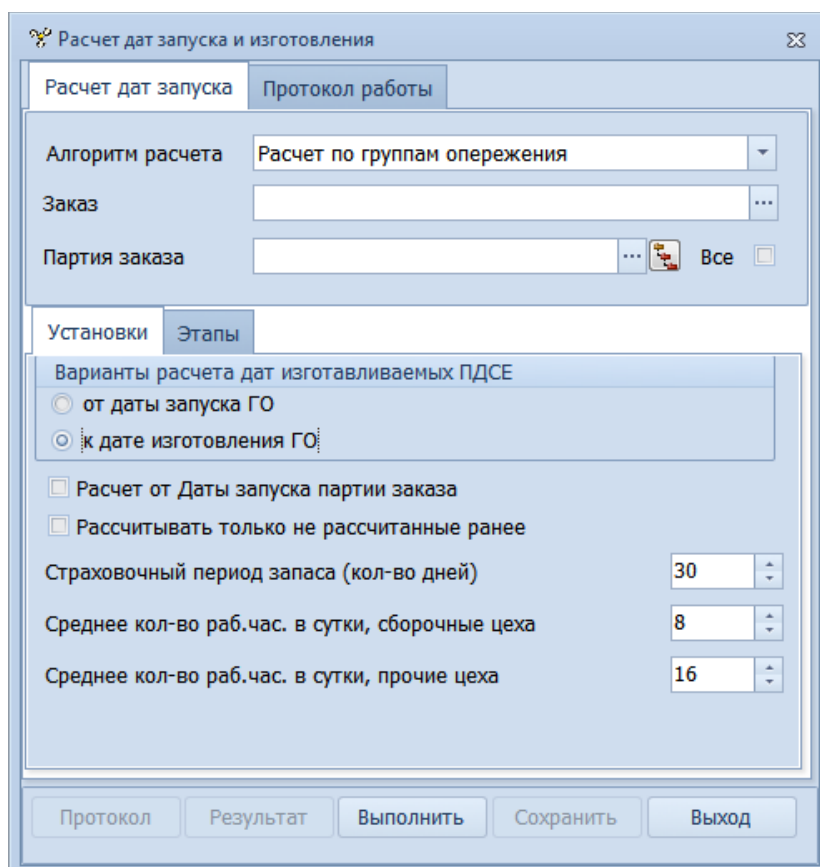

Рисунок 107. Пример диалогового окна "Расчет дат запуска и изготовления"
2. На панели инструментов выбрать действие «**Рассчитать даты запуска и изготовления**». В результате — будет открыто диалоговое окно «**Расчет дат запуска и изготовления**» на вкладке «**Расчет дат запуска**» (рис. 107).